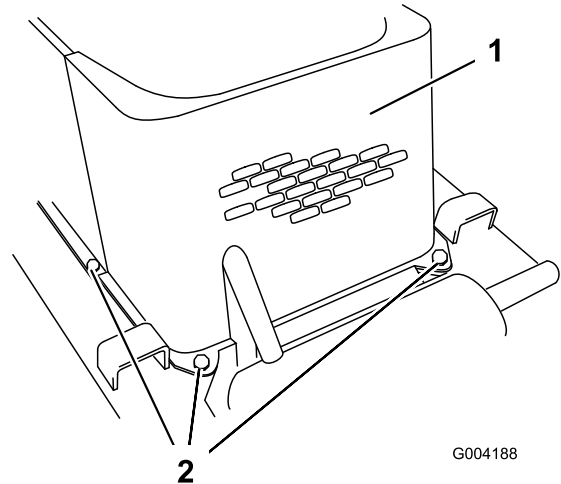

Bild 28
5. Nehmen Sie die vier Schrauben ab, mit denen das vordere Gitter am Rahmen befestigt ist (Bild 28).